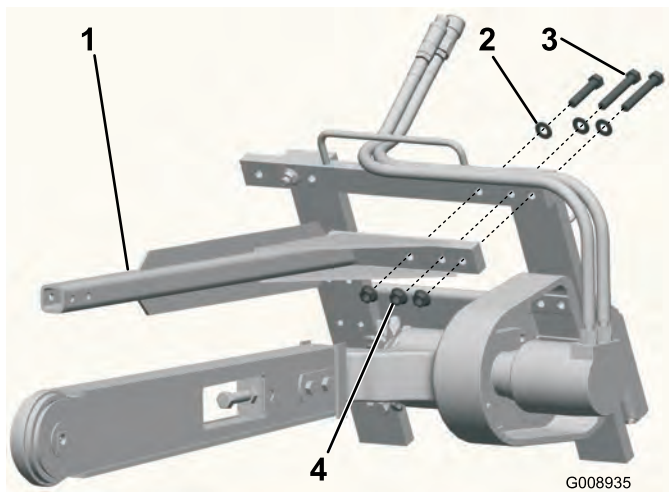

Figura 4
1. Rimuovere i tre bulloni, le rondelle e i dadi flangiati dall'angolo in alto a sinistra del telaio dello scavafossi (Figura 4).
2. Usando i dispositivi di fermo precedentemente rimossi, installate la barra di sicurezza dello scavafosso come illustrato in Figura 4.